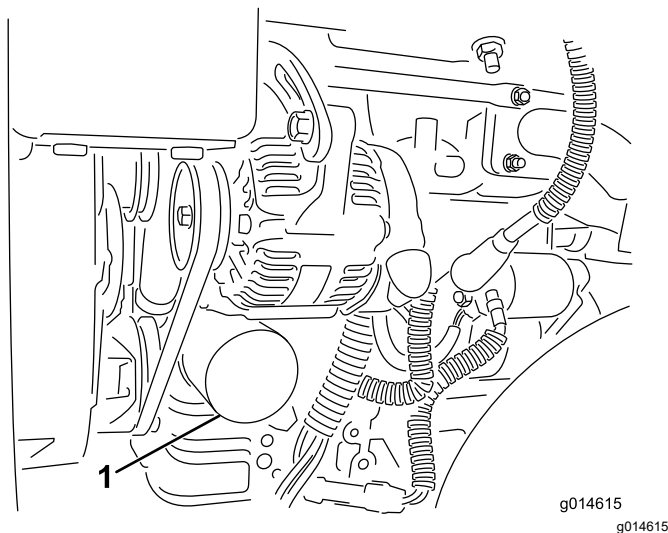

图 32
2. 拆下机油滤芯图 32。在新的滤芯垫片上涂上薄薄一层干净油。